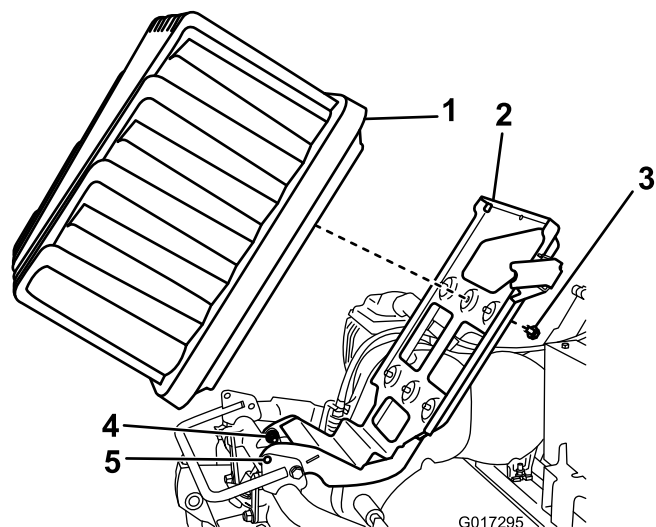

Figura 9
6. Sollevare la piattaforma della batteria fino ad allineare i fori di bloccaggio alla base e sul telaio (Figura 9).
5. Allentate i 2 dadi/bulloni di rotazione di mezzo giro ciascuno (Figura 9).